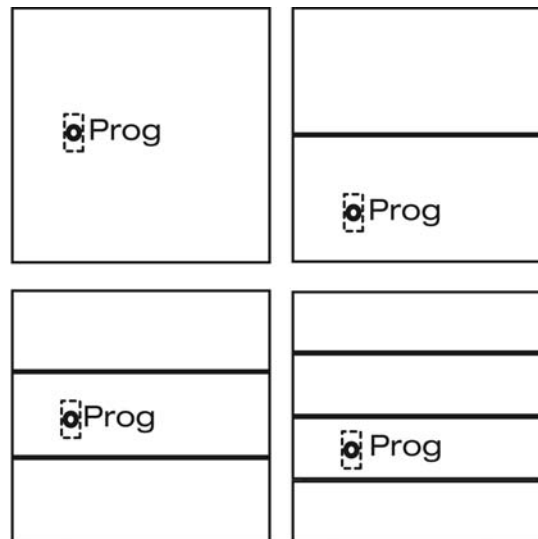

Bild 6: Anordnung der Programmier- und Beschriftungstaste in Abhängigkeit der Gerätevariante
- i** Die Programmier- und Beschriftungstaste befindet sich hinter einem Beschriftungsfeld. Die genaue Lage – je nach Ausführung - siehe Bild (Bild 6).